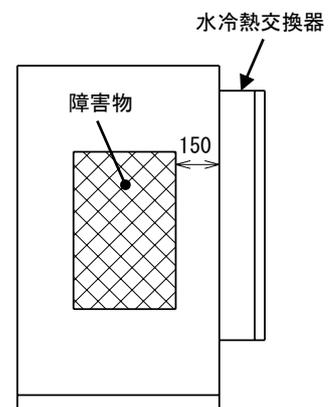

図 1 設置条件 (障害物との距離)
- ・ 障害物からの距離を 150 mm 以上にするをお勧めします。(図 1)